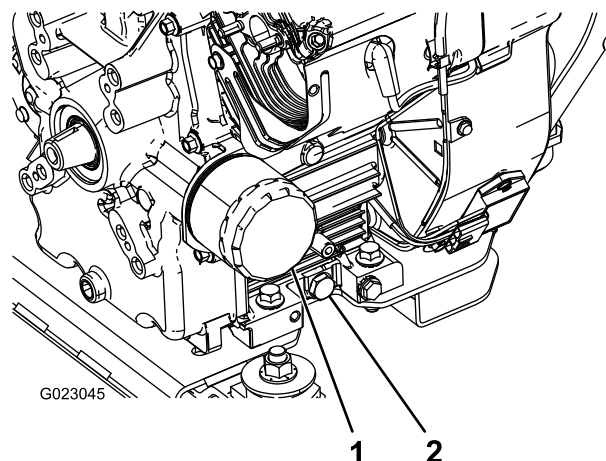

Bild 38
5. Nehmen Sie die Ablassschraube ab (Bild 38).
2. Entfernen Sie den Ölfilter (Bild 38).
5. Setzen Sie den Ersatzölfilter auf den Anbaustutzen auf. Drehen Sie den Ölfilter nach rechts, bis die Gummidichtung den Filteradapter berührt. Ziehen Sie ihn dann um eine weitere halbe Umdrehung an (Bild 38).